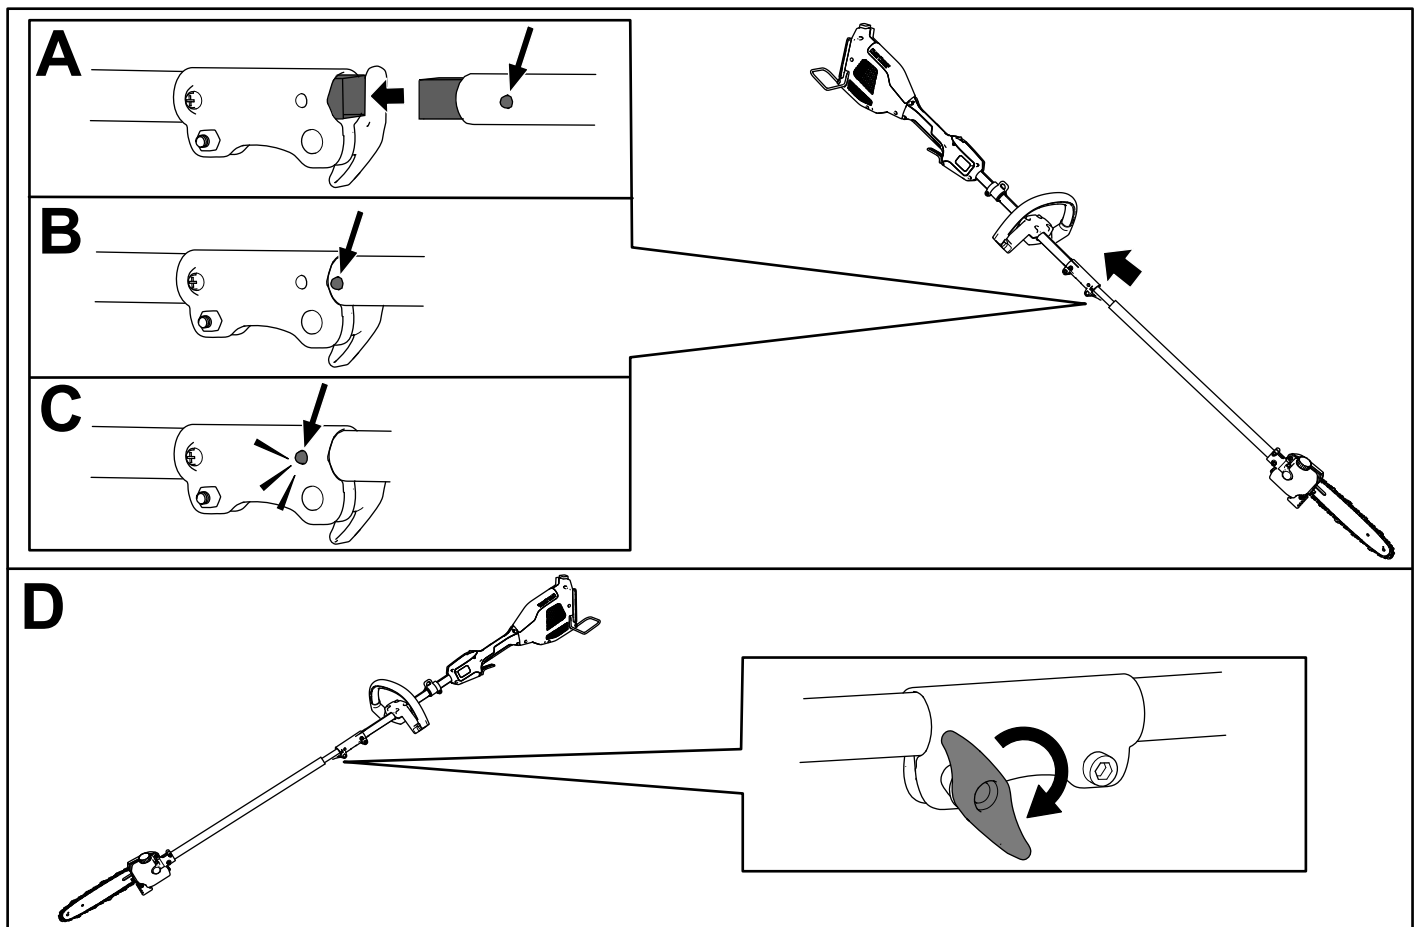

Figure 4
1. Insérez l'arbre carré de l'accessoire dans l'arbre carré de la tête motrice (A de **Figure 4**).
2. Placez le bouton de verrouillage situé sur la moitié inférieure du manche en face du trou situé sur la moitié supérieure, et emboîtez-les 2 moitiés ensemble (B et C de la **Figure 4**).
**Remarque:** Le bouton de verrouillage s'enclenche dans le trou quand les deux moitiés du manche sont correctement emboîtées (C de la **Figure 4**).
3. À l'aide de la poignée, serrez la vis sur le connecteur du manche jusqu'à ce qu'il soit bien fixé (D de la **Figure 4**).